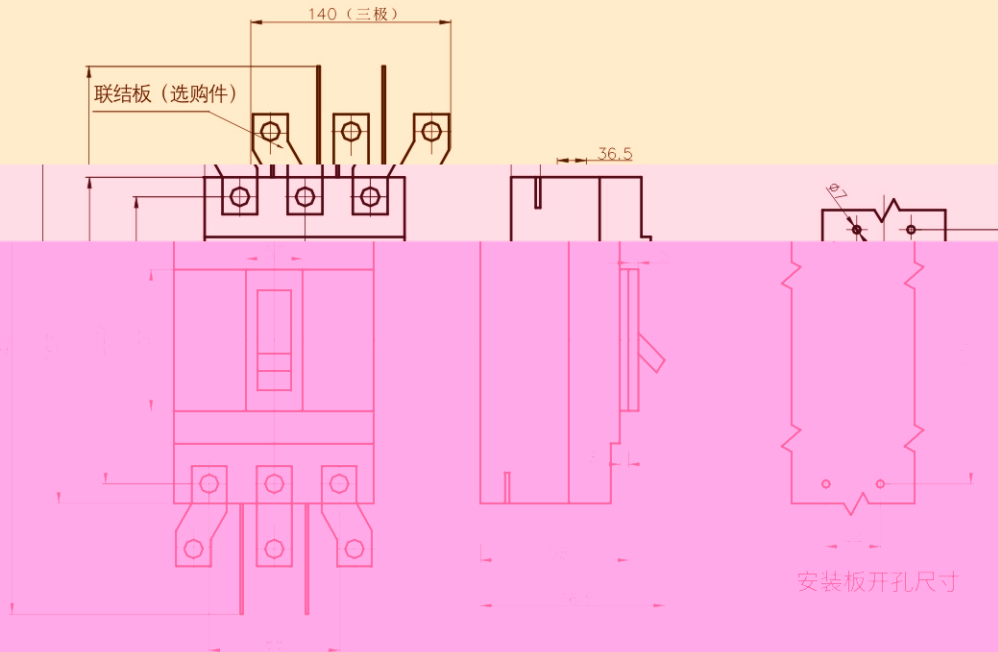

图4
3. HSM2DC-400板前接线外形及安装、开孔尺寸见图4